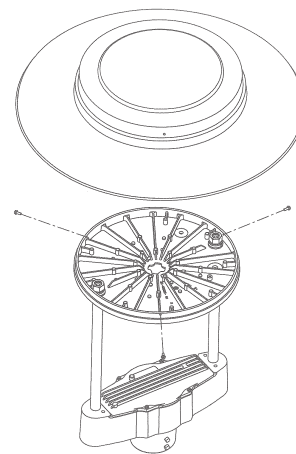

FIGURE 1
- Fixez le chapeau sur le dissipateur thermique avec les vis fournies (voir Figure 1).